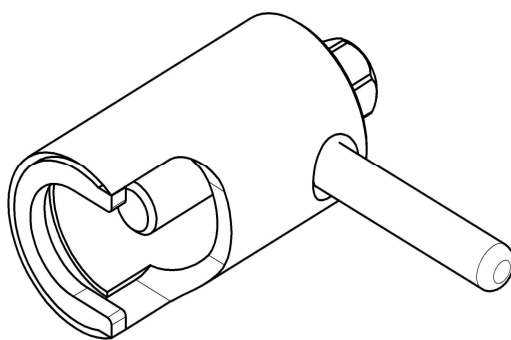

Рис. 16. Съемник крыльчатки.
4. Снимите крыльчатку при помощи специального съемника (см. рис. 16). Код для заказа 110000002907 Съемник крыльчатки КП6.376.09.00.000СБ.